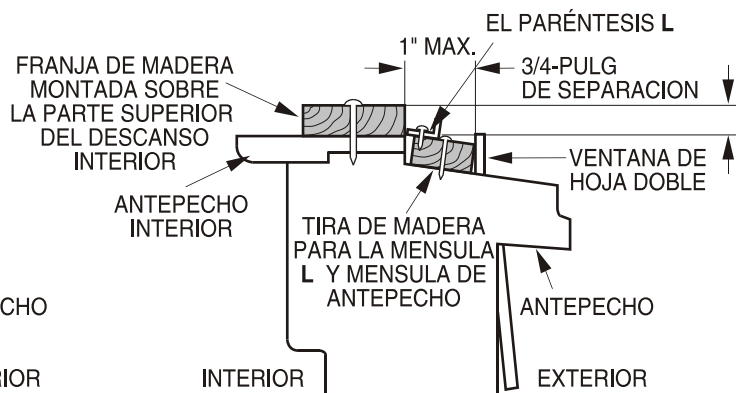

Fig. 5-2
2. Si la sobre-ventana estorba colóquese una tira de madera de 2 pulg de ancho a lo largo del descanso de la ventana por la parte que de internamente al cuarto, y en toda su extensión. La tira de madera debe ser lo suficientemente gruesa para elevar el descanso de la ventana, de tal manera que la unidad de aire acondicionado pueda ser instalada sin interferencia del marco de la sobre-ventana (storm window). Ver Fig. 5-2. La parte superior de la tira de madera debe estar aproximadamente a 3/4 de pulg más alta que el marco de la sobre ventana, (storm window) para ayudar a que el agua de condensación de la unidad fluya hacia afuera.
3. Instale una segunda tira de madera (aproximadamente 6 pulg. de largo, 1-1/2 pulg de ancho y mismo espesor que la primeratira de madera) en el centro del descanso exterior, póngala contra la parte posterior del descanso interior. Esto elevará la ménsula L como en la Fig. 5-2.